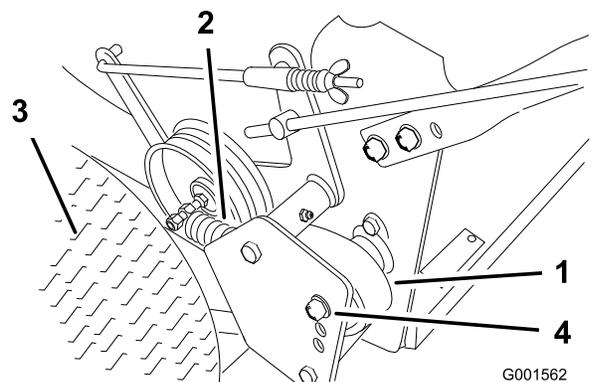

Figure 37
1. Enlevez la goupille fendue qui fixe la tige de frein au bras de frein pour détendre la poulie de tension de la courroie (Figure 37).
2. Enlevez le boulon inférieur et desserrez le boulon supérieur du déflecteur pour le faire pivoter et accéder à la courroie (Figure 37).
3. Soulevez la courroie et faites-la passer au-delà de la poulie de tension pour l'enlever de la poulie deentraînement (Figure 37).
6. Fixez le déflecteur avec les boulons retirés précédemment, serrés au couple correct (Figure 37).
7. Fixez la tige de frein au bras de frein avec la goupille fendue (Figure 37).